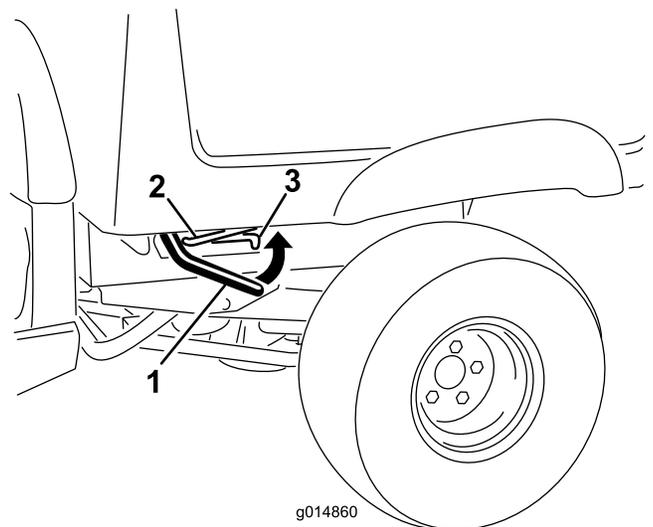

图 13
1. 在货箱的任意一侧拉控制杆然后升起货箱图 13。
1. 提起门锁控制杆轻微升起货箱图 13。